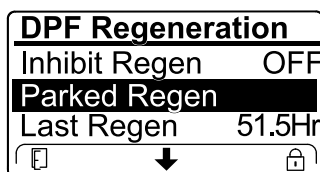

Figura 76
- Si la computadora del motor solicita una regeneración de recuperación, o si está procesando una regeneración de recuperación y usted se desplaza hasta la opción REGENERACIÓN ESTACIONARIA, la regeneración estacionaria se bloquea y el icono de bloqueo (Figura 76) aparece en la esquina inferior derecha del InfoCenter.